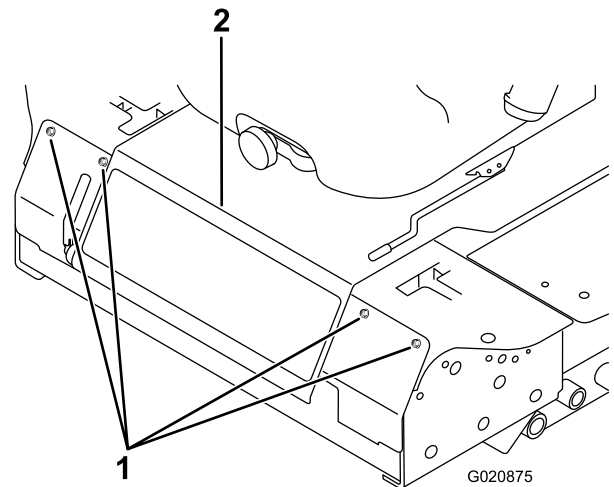

Figure 81
- Retirez les boulons de fixation du panneau avant et déposez le panneau (Figure 81).